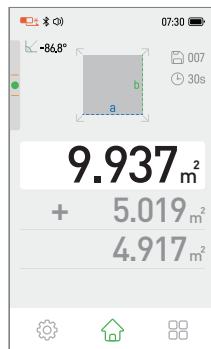

Рис. 14 Сумма площадей
4. Короткое нажатие клавиши , чтобы сложить два результата измерения площади. Во вспомогательной области дисплея будут показаны значения первой и второй площадей, а в основной области дисплея — их сумма, как показано на рис. 14.